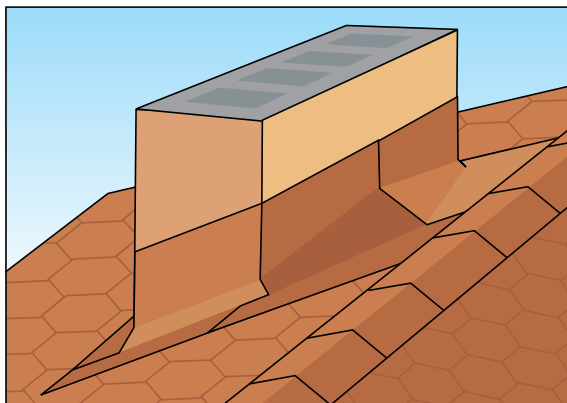

Bild 1
- När du arbetar vid en bred murstock rekommenderar vi att du bygger en avledningskonstruktion på takytan för att säkerställa att vatten inte står bakom (bild 1).